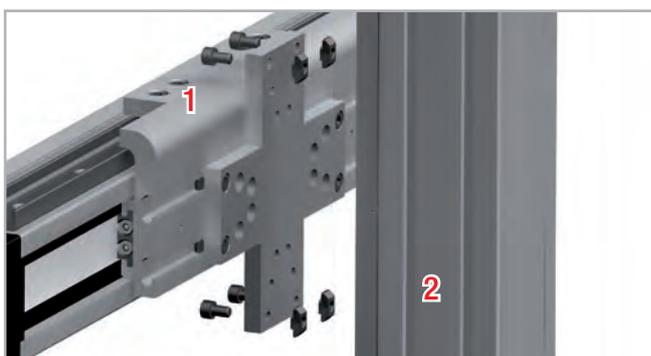

Fig. 97
4. Insérez les vis de l'autre côté de la plaque d'interface (voir fig. 97).